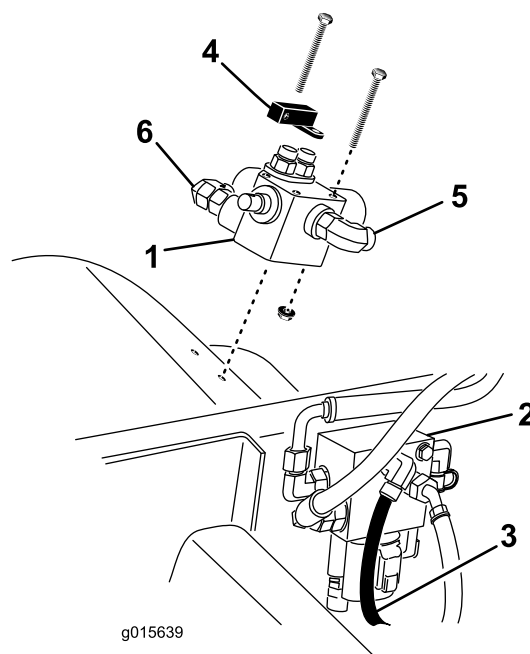

Figura 5
9. Montate la valvola di regolazione e la leva perno sul parafrangente destro con 3 bulloni (1/4 x 2-3/4 poll.) e dadi di bloccaggio flangiati 1/4 poll., come mostrato nella (Figura 5).
10. Mettete una bacinella di spurgo sotto il collettore di sollevamento (Figura 5).
11. Scollegate il flessibile dello sterzo (Figura 5) dal foro laterale superiore del collettore di sollevamento (il flessibile proviene dalla valvola dello sterzo).
12. Collegate il flessibile di 30,5 cm al flessibile dello sterzo scollegato e al raccordo a 90° sulla valvola di regolazione, lato operatore (Figura 5).
13. Collegate il flessibile idraulico più lungo con i raccordi diritti (compresi nel kit) al foro libero sul collettore di sollevamento e al raccordo a 90° sul lato esterno della valvola di regolazione (Figura 5).